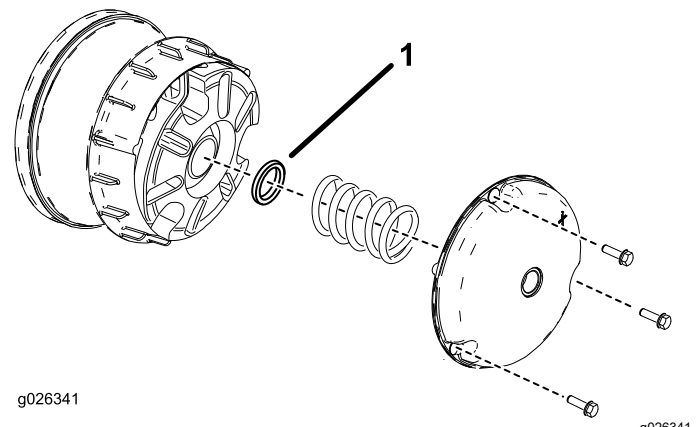

Figura 62
2. Retire los pernos que sujetan la tapa del embrague primario, como se muestra en la Figura 62.